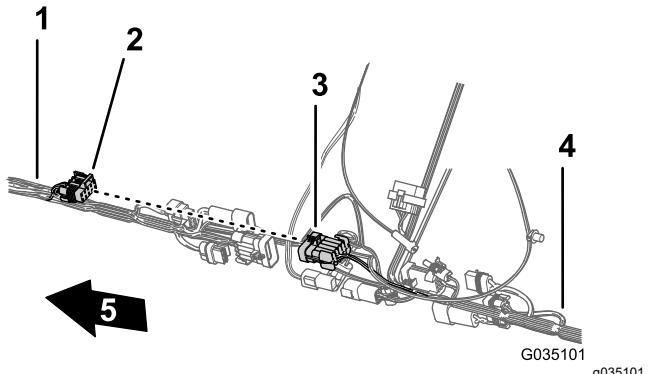

Figura 73
2. Conecte el conector hembra de 10 vías de interconexión del arnés delantero al conector de 10 pinos de interconexión del arnés trasero (Figura 73).